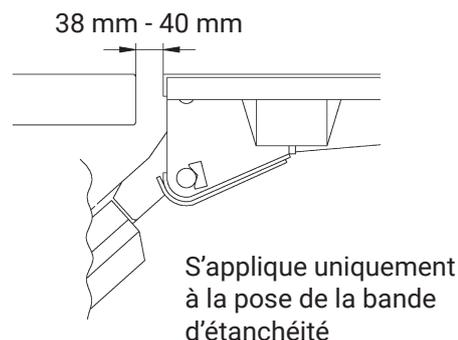

Figure 36. Contrôle de la position par rapport à la traverse arrière du véhicule
5. Remonter le hayon élévateur avec précaution au niveau du plancher puis l'incliner à la verticale. Contrôler sa position par rapport à la traverse arrière du véhicule et aux montants latéraux. Voir Figure 36 et Figure 37.